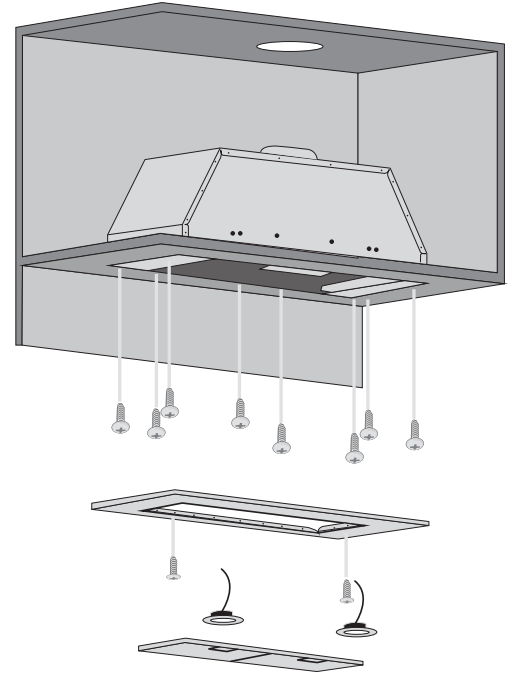

Figure 4
- Aligner la hotte à l'ouverture du bas du cabinet et la visser dans l'ouverture avec des vis. (Voir figure 4)